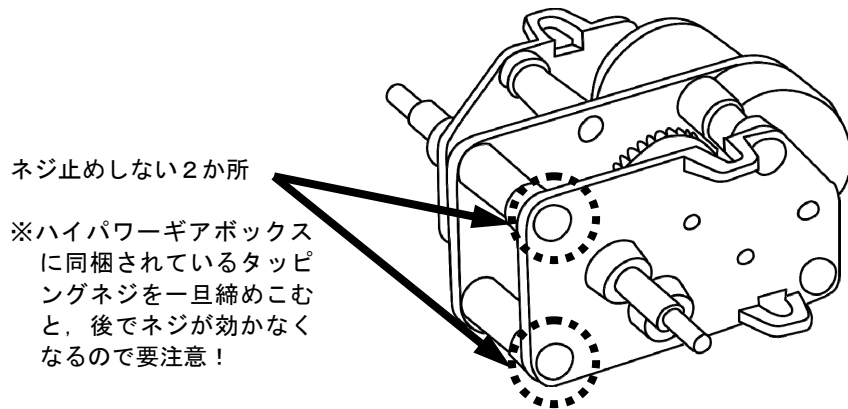

図5-1 ギアボックスの組立
- (1) □ ハイパワーギアボックスのマニュアル(以下, ギアボックス組立マニュアル)を用意します。
- (2) □ ギアボックス組立マニュアル①に従って組み立てます。
- (3) □ ギアボックス組立マニュアル②に従って組み立てます。
- (4) □ ギアボックス組立マニュアル③以降は, Bタイプの減速比4 1. 7 : 1で組み立てます。
- (5) □ ギアボックス組立マニュアル④では, 図5-1に示す2か所は, ネジ止めしないようにします。(後ほど, ネジ止めします。)